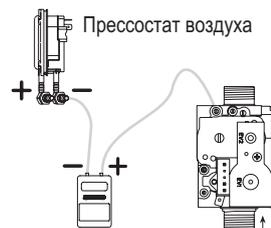

Рис. 4
Для измерения перепада давления "газ-воздух" подсоедините положительный импульс дифференциального манометра к штуцеру давления газа после газового клапана, а отрицательный импульс -- к прессостату воздуха (рис. 4).
– **Недостаточное давление воды** (рис. 4)